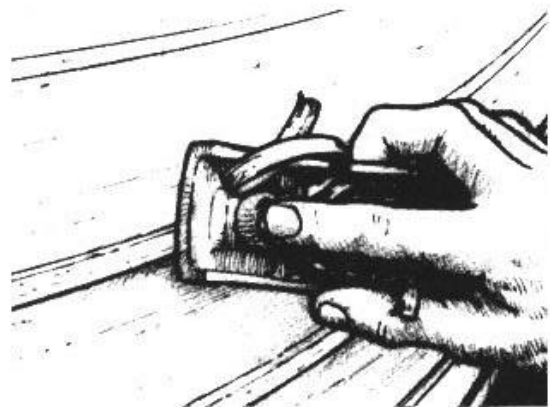

Figura 6-5 Use un cepillo de carpintero para quitar la lengüeta que sobresalga y una lijadora para suavizar la superficie después de que el epoxi haya curado.
6. Cuando el epoxi haya curado completamente, quite la parte de la lengüeta que sobresalga con un cepillo de carpintero y un papel de lijar basto (*Figura 6-5*). Con frecuencia se aplica un tejido de fibra de vidrio para proporcionar un refuerzo y una resistencia a la abrasión adicionales. Siga los procedimientos de recubrimiento/acabado de la Sección 3.4.